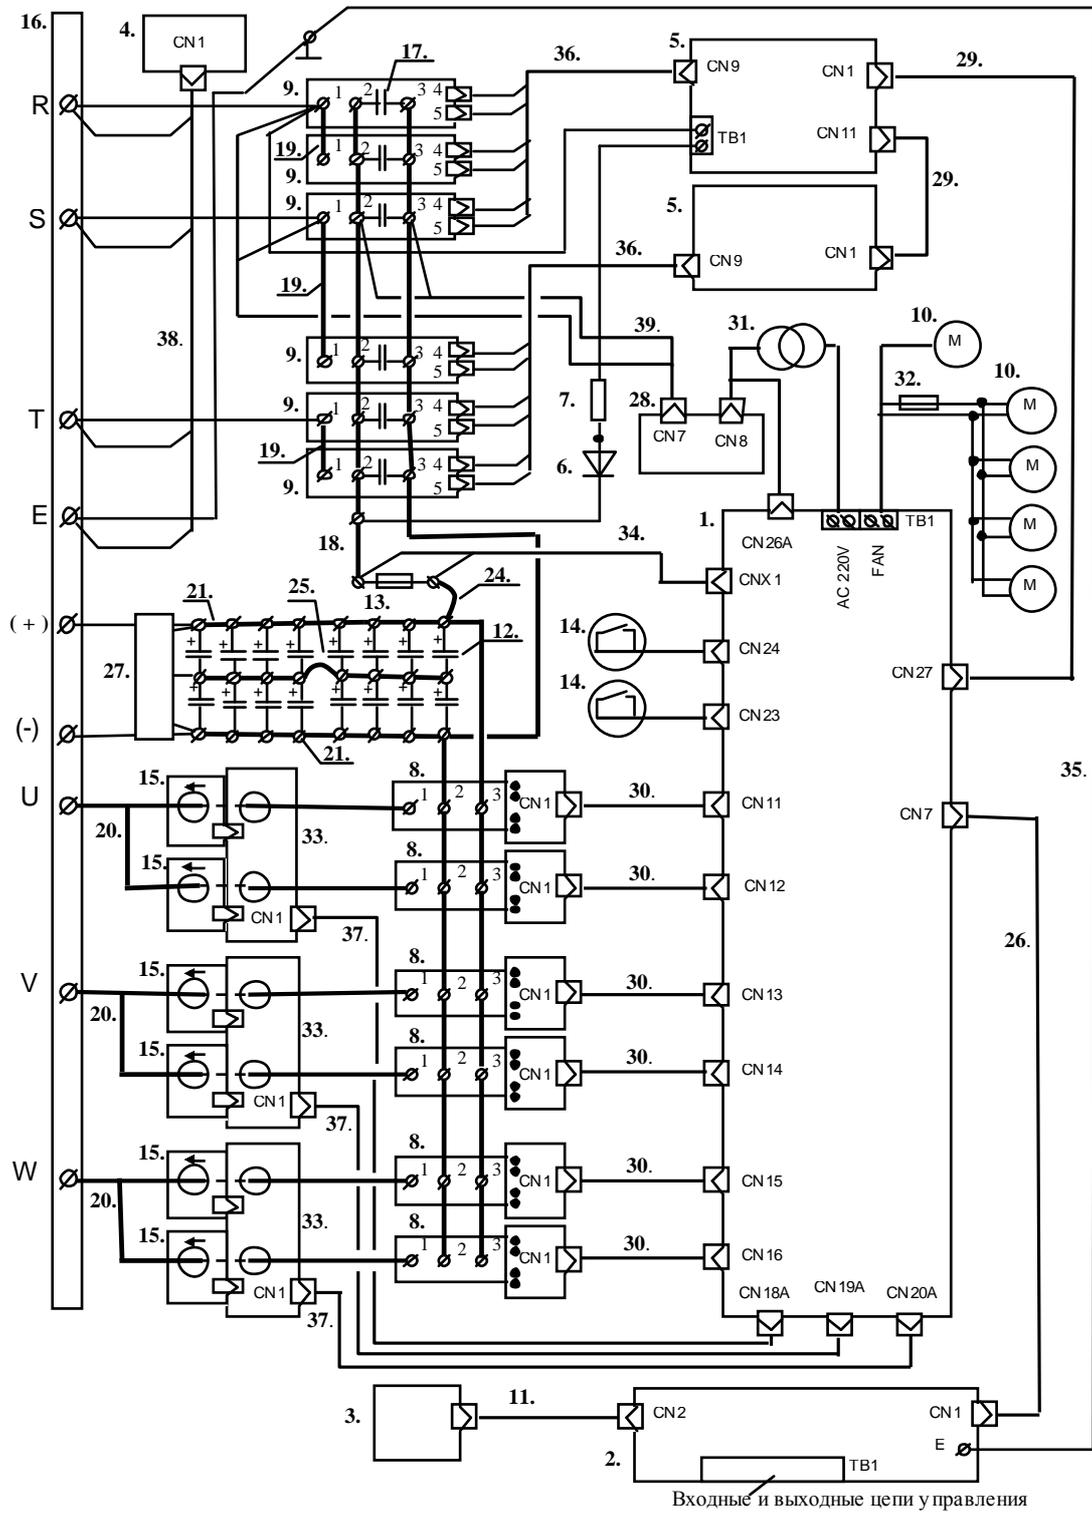

Рис. 4.2. Блок-схема преобразователя частоты EI-7011-175H, -200H.
Пояснения к рис. 4.2:
4.4.1. Фотографии сменных узлов , входящих в состав преобразователей частоты Е1-7011-175Н, -200Н, приведены в табл. 4.1. (порядковые номера соответствуют рис. 4.2).